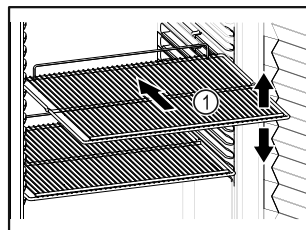

Fig. 50 Representación a modo de ejemplo
- Si los estantes de rejilla Fig. 50 (1) se pueden colocar en distintas posiciones, ajustarlos en altura.